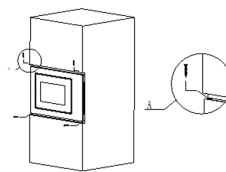

Fig. 4
4. Folosiți șuruburile din pachetul cu piese pentru a fixa cuptorul cu microunde în dulap. (Fig. 4)